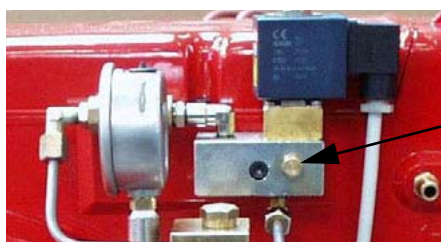
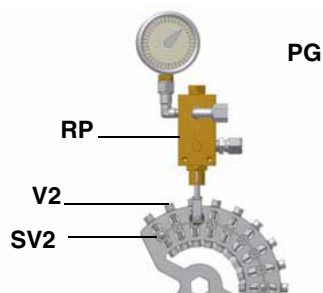

Fig. 21
Fig. 22
- 6 Presiunea de alimentare a diuzei este deja reglata in fabrica si **NU** trebuie schimbata . Numai daca este nevoie , reglati presiunea de alimentare dupa cum urmeaza (vezi paragraf dedicat); introduceti un manometru in priza ca in Fig. 21 , si actionati pe surubul **VR** de reglare al pompei (vezi Fig.22) , pentru a obtine o presiune la diuza de 20 bar. (vazi tabelul de la pag. 22).